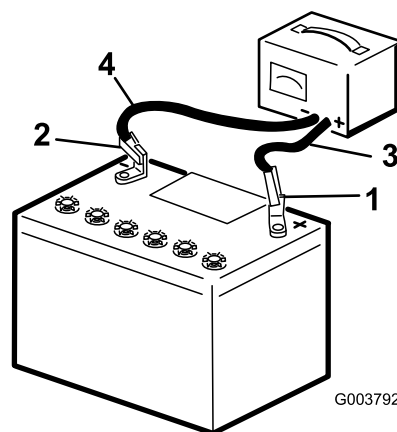

Рисунок 93
5. Подсоедините положительный провод зарядного устройства к положительному штырю аккумулятора (Рисунок 93).
- Подсоедините отрицательный провод зарядного устройства к отрицательному штырю аккумуляторной батареи (Рисунок 93).
- После полной зарядки аккумулятора отсоедините зарядное устройство от источника электропитания и штырей аккумулятора (Рисунок 93).